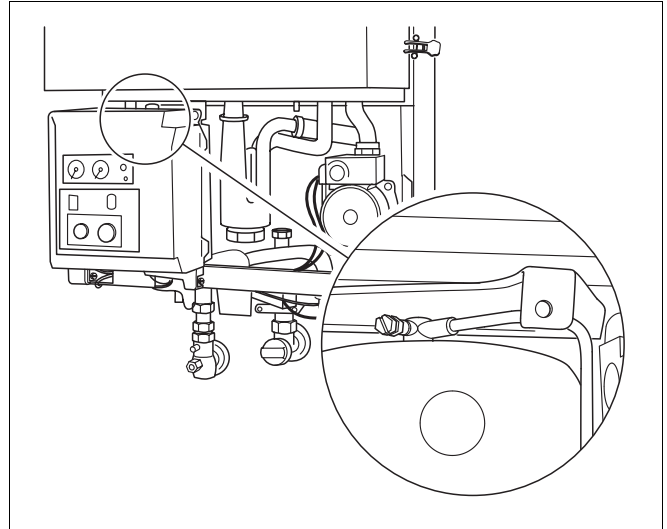

Abb. 22 Warmwasser-Wärmetauscher entlüften
- Warmwasser-Wärmetauscher heizkreisseitig über die Entlüftungsschraube (Abb. 22, Pos.1) entlüften. Sobald Wasser austritt, Entlüftungsschraube wieder schließen.